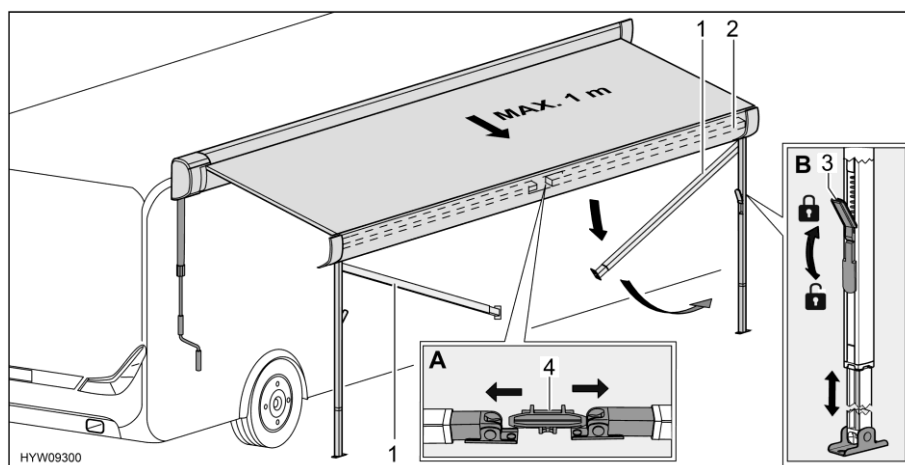

Bild 50 Förbereda stödfötterna
- Lossa stödfötterna (Bild 50,1) ur fästet (Bild 50,4) i frontlisten (Bild 50,2). Tryck stödfötterna lätt utåt (Bild 50,A).
- Lossa stödfötternas lås (Bild 50,3). Fäll ned låsarmen.
- Dra ut stödfötternas nedre del till önskad längd (Bild 50,B).
- Stäng stödfötternas lås (Bild 50,3). Fäll upp låsarmen.